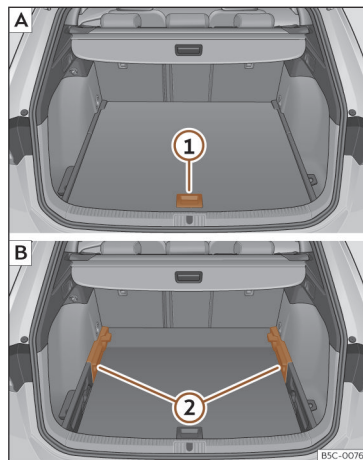

Fig. 125 Suelo variable del maletero: **A** posición alta; **B** posición baja.
- Para pasar de la posición baja a la alta, levante el piso por el asidero »» **fig. 125 1**, tire de él hacia atrás hasta que la parte delantera del piso rebase totalmente los soportes
»» **fig. 125 2**.
- Para pasar de la posición alta a la baja, levante el piso por el asidero »» **fig. 125 1**, tire de él hacia atrás hasta que la parte delantera del piso rebase totalmente los soportes
- Con el suelo variable en posición alta, levántelo por el asidero»» fig. 125 ①, tire de él y empuje hacia el respaldo de los asientos posteriores hasta que se doble por la línea de bisagra y la parte móvil del piso repose sobre el mismo.